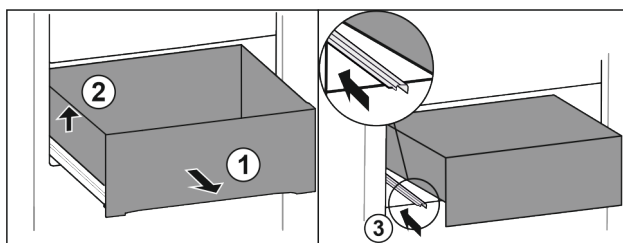

Fig. 21
- Dra ut utdragslåda fram till stopp. Fig. 21 (1)
- Lyft utdragslåda på vänster sida. Fig. 21 (2)
- Skjut in vänster skena. Fig. 21 (3)